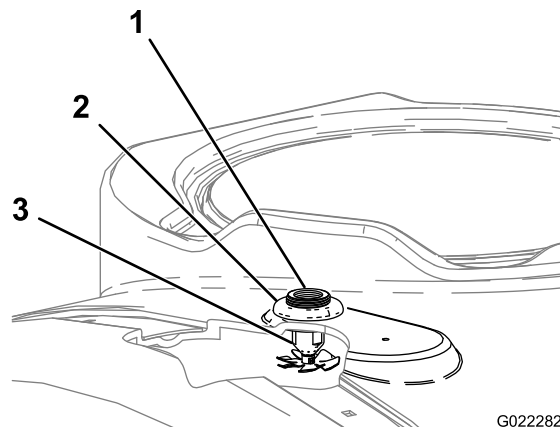

Figure 18
3. Insérez les buses de rinçage vers le haut à travers les trous percés (Figure 18).
4. Au sommet de la cuve, vissez les écrous à embase en plastique sur les filetages exposés des raccords de traversée pour les buses de rinçage (Figure 18).